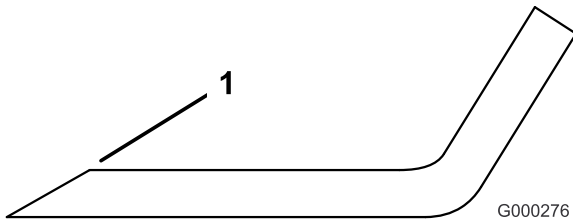

Bild 95
- Schärfen Sie die Schnittkante an beiden Enden des Schnittmessers mit einer Feile (Bild 95).